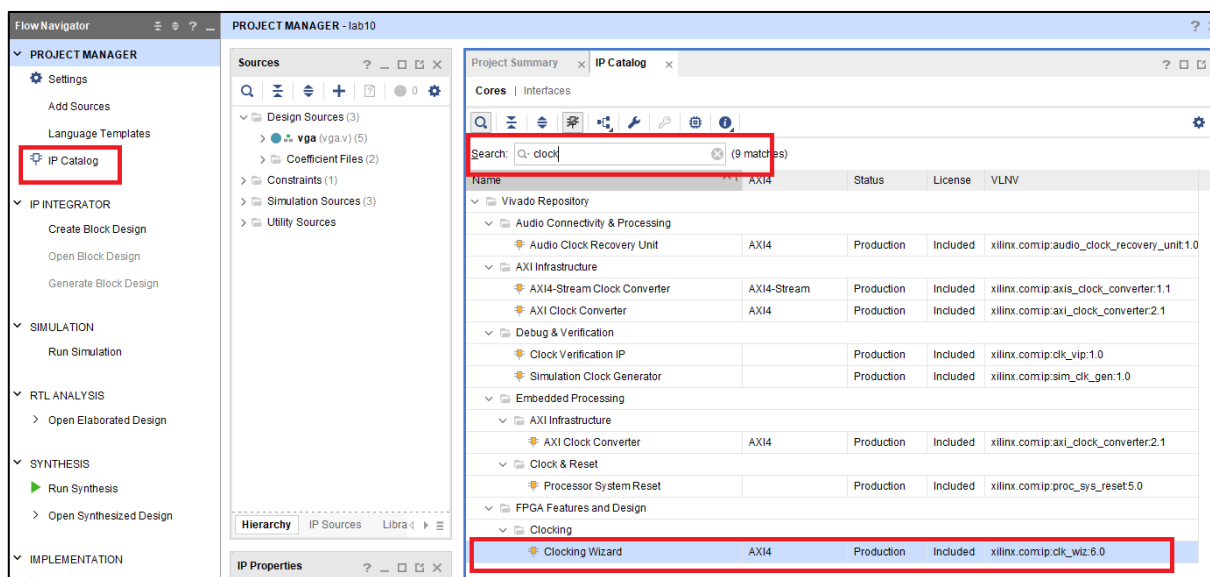

图 6.16 IP 目录中的 Clocking Wizard
1、在导航窗口中，点击 IP Catalog 菜单，在 Search 输入框中输入“clock”进行检索，在结果列表中找到 Clocking Wizard 行，如图 6.16 所示。Clocking Wizard 是 Vivado 提供的分频 IP 模块，相比简单的计数器分频可以产生更加稳定的高质量时钟信号。